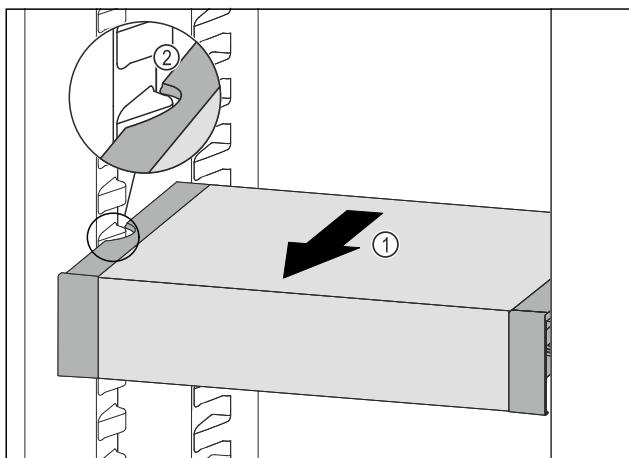

Fig. 93
- Trageți în față VarioSafe Fig. 93 (1), până când degajările laterale ale VarioSafe se află la înălțimea nervurii recipientului din frigider. Fig. 93 (2)